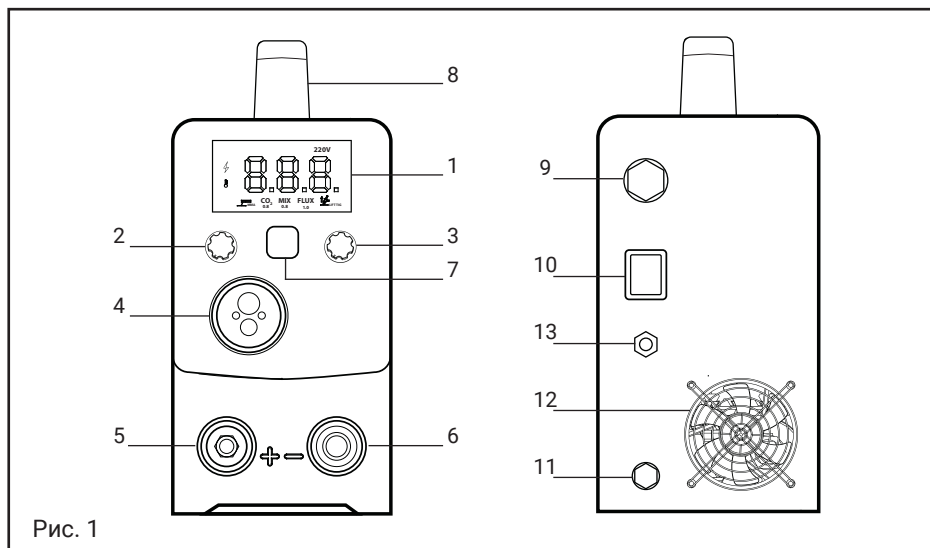
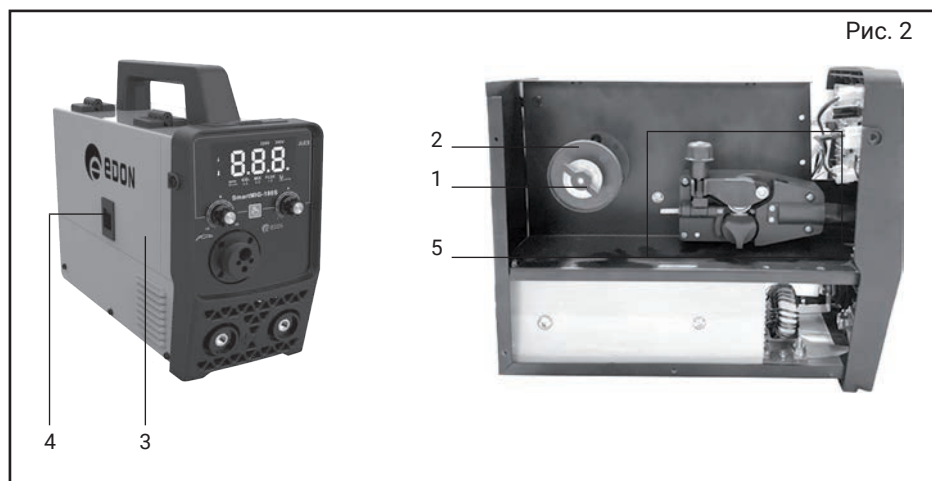
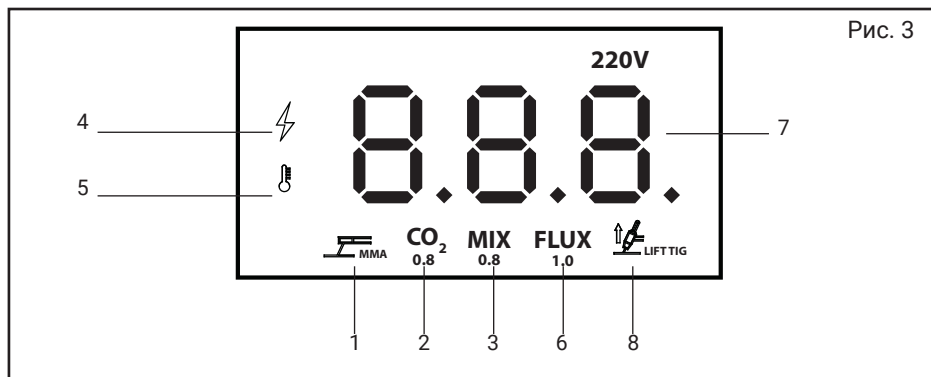
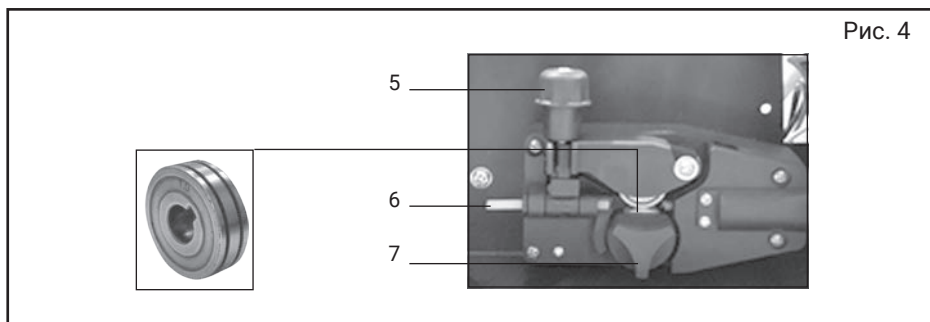

Рис. 1
Рис. 2
Рис. 3
Рис. 4
4.1 Основные функции и внешний вид сварочного инвертора представлены на на рис. 1.
1. информационный дисплей(более подробное описание на рис. 3, стр. 9); 2. регулировка напряжения сварочного контура; 3. регулировка сварочного тока; 4. разъем для подключения сварочной горелки; 5. разъем «+» для подключения силового кабеля с электрододержателем; 6. разъем «-» для подключения силового кабеля с зажимом; 7. кнопка выбора режима сварки; 8. рукоятка для транспортировки; 9. шнур питания; 10. кнопка включения; 11. клемма заземления; 12. вентилятор охлаждения; 13. штуцер для подключения газа.
4.2 Сварочный инвертор выполнен в металлическом корпусе с вентиляционными отверстиями на боковых и передней стенках и снабжен вентилятором охлаждения (рис. 1, поз. 12) для отведения излишнего тепла. В передней части находятся разъемы для подключения силовых проводов **MMA** (рис.1, поз. 5, 6), а также разъем для подключения сварочной горелки **MIG/MAG/NoGas** (рис. 1, поз. 4), регулировка напряжения сварочного контура (рис. 1, поз. 2) и регулировка сварочного тока (рис. 1, поз. 3), информационный дисплей (рис.1 поз. 1) и кнопка выбора режима сварки (рис. 1, поз. 7). На боковой панели расположен механизм подачи сварочной проволоки (рис. 2, поз. 5), шкив (рис. 2, поз. 2) и фиксатор шкива (рис. 2, поз. 1), скрытый под внешней крышкой(рис. 2, поз. 3) отсека подающего механизма.
Для начала работы выберите необходимый режим сварки нажав на кнопку (рис. 1, поз. 7), в зависимости от используемой сварочной проволоки или электродов предусмотрено несколько режимов:
- силовой провод с электродержателем должен подключаться к разьему «+» (рис.1 поз. 5), за исключением случаев использования кислотных электродов (перед подключением необходимо ознакомиться с информацией на упаковке с электродами);
- силовой провод с зажимом подключается к разьему «-» (рис.1 поз. 6), а зажимом крепиться как можно ближе к месту сварки.
- сварочная горелка **MIG/MAG/NoGas** подключается к евро-разьему (рис. 1, поз. 4) на передней панели, в данном случае полярность определяется подключением силового кабеля с зажимом к клеммам «+» или «-».
7.1 При сварке **MMA** электрод необходимо зажимать в электрододержателе силового кабеля поставляемого в комплекте с инвертором, подключите данный кабель к быстрозажимному разьему «+» или «-» (рис. 1 поз. 5, б) в зависимости от типа электродов.
7.1.3 После подключения сварочного инвертора к сети, для включения необходимо перевести выключатель (рис.1 поз. 10) в положение «вкл.», после чего на дисплее (рис. 1, поз. 1) появится соответствующее обозначение (рис. 3 поз. 4).
7.1.4 Выбор режима MMA устанавливается нажатием на кнопку выбора режима сварки (рис.1 поз. 7), при этом загориться соответствующее значение на информационном дисплее (рис. 3, поз. 1).
Необходимое значение сварочного тока можно установить в пределах диапазона **MMA**: 20-160А с помощью регулировки (рис. 1 поз. 3). Показа-
ния величины сварочного тока отображаются на информативном дисплее (рис. 1 поз. 1).
7.2.2 Подсоедините источник газа к разъему (рис. 1, поз. 13) на задней панели инвертора (в том случае если используете проволоку без флюса) и проверьте надежность соединений.
7.2.3 установите катушку с сварочной проволокой на шкиф (рис. 2, поз. 2), так что бы при подаче проволоки катушка вращалась против часовой стрелки, для этого необходимо открутить фиксатор шкива (рис. 2, поз. 1) установить катушку и зафиксировать ее в обратной последовательности, после чего пропустите сварочную проволоку в механизм подачи (рис. 4):
- открутите фиксатор изменения усилия зажатия (рис. 4, поз. 5) и откройте прижимной механизм подачи проволоки отведя его вверх;
- проверьте, что бы размер канавки ролика на прижимном механизме соответствовал диаметру используемой сварочной проволоки, при необходимости поменяйте положение ролика открутив фиксатор ролика (рис. 4, поз. 7) против часовой стрелки;
- пропустите проволоку внутри направляющей трубки (рис. 4, поз. 6) и дальше в механизм подачи;
- опустите прижимной механизм и установите необходимое усилие прижима ролика поворотом фиксатора(рис. 4, поз. 5);
- подключите инвертор к сети и включите его выключателем (рис. 1, поз. 10), снимите у сварочной горелки сопло и открутите сварочный наконечник, после чего нажмите и удерживайте курок горелки до того момента пока проволока не выйдет из держателя наконечника на 10-15мм.
7.2.4 Установите необходимую величину сварочного тока исходя из параметров используемой проволоки и свариваемого материала регулировкой (рис. 1, поз. 3)
- перевести выключатель (рис.1 поз.10) в положение «OFF» - выключено.